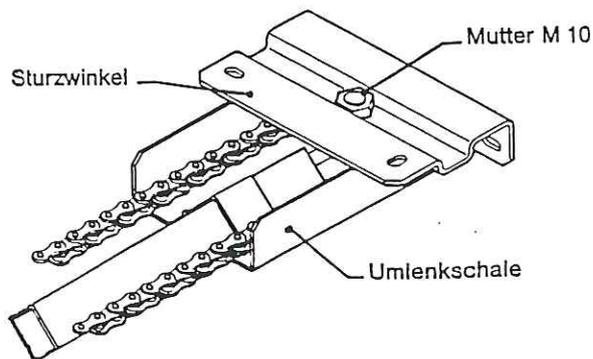

Bild 11
e.) Sturzwinkel auf Umlenkschale aufsetzen und mit Mutter M 10 sichern (Bild 11).